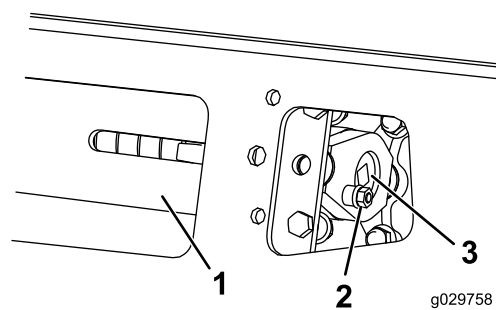
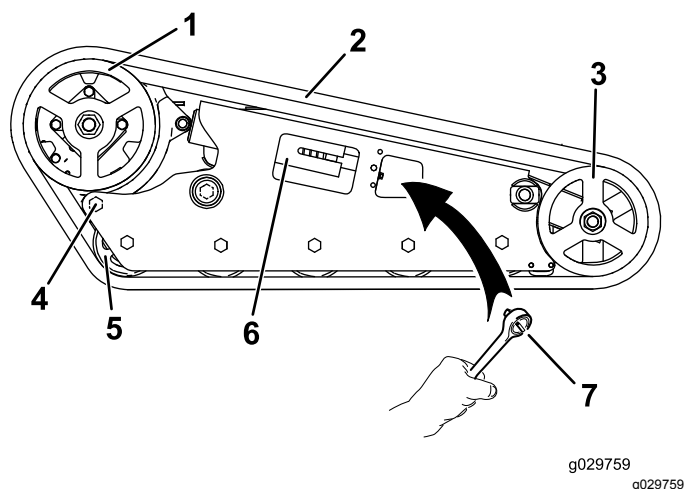

Figura 58
Figura 59
4. Togliere il bullone di bloccaggio e il dado (Figura 58).
6. Allineate l'intaglio più vicino della vite di tensione al foro del bullone di bloccaggio e fissate la vite con il bullone di bloccaggio e il dado (Figura 58).
5. Utilizzando un cricchetto di trasmissione da 1/2", rilasciate la tensione di trasmissione ruotando la vite di tensione in senso orario (Figura 58 e Figura 59).
6. Allentate il bullone posteriore, vicino alla ruota motrice (Figura 59).
8. Dopo avere liberato il cingolo dalla ruota anteriore, toglietelo dalla ruota conduttrice e dalle ruote non motrici (Figura 59).
9. Avvolgete il nuovo cingolo iniziando dalla ruota conduttrice e controllando che i denti del cingolo si alloggino tra i distanziali della ruota stessa (Figura 59).
10. Spingete il cingolo sotto e tra le ruote non motrici (Figura 59).
12. Utilizzando un cricchetto di trasmissione da 1/2", rigirate la vite di tensione in senso antiorario fino a quando questa non si arresta (Figura 58).